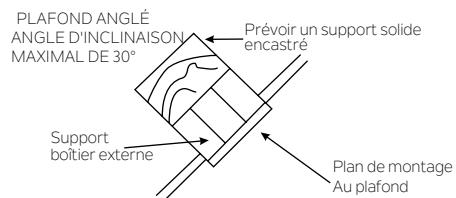

Fig. 3
**REMARQUE:** Pour une pente de 30° (angle maxi 30°), vous devez utiliser une tige de 12" ou plus en aval. (Fig. 3)